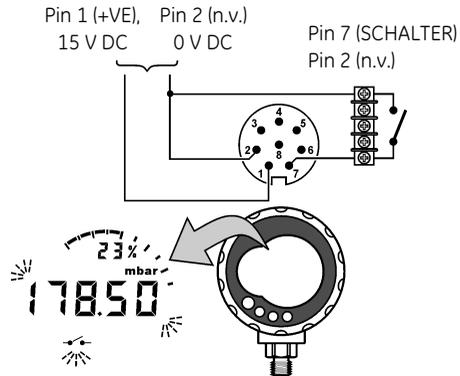

Abbildung 2: Beispielkonfiguration – Schalter-Eingang
1. Schließen Sie das DPI 104-IS an (Abbildung 2/Tabelle 5).
Abbildung 2 zeigt die Anzeige bei Änderung des Schalterzustands (offen oder geschlossen). Die analoge Zifferblattanzeige und die %-Anzeige überwachen weiter den normalen Druck.